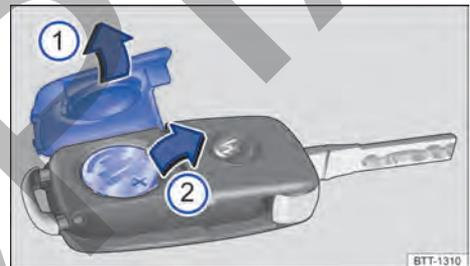

Fig. 45 Llave del vehículo: cambiar la pila de botón.
2. Desmonte la tapa haciendo palanca → fig. 45 .
3. Extraiga la pila de su compartimento → fig. 45  haciendo palanca.